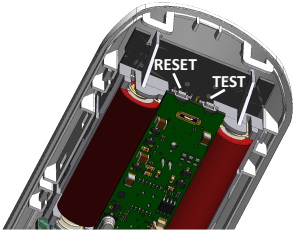

Fig. 5
- Tenere premuto il bottone "TEST" (Fig. 5) del sensore per alcuni secondi, fino a che non compare un nuovo dispositivo nella lista.
- Tenere premuto il bottone "TEST" (Fig. 5) del sensore per alcuni secondi, fino a che non scompare il dispositivo dalla lista.
- Press and hold the "TEST" button (Fig. 5) on the sensor for a few seconds, until a new device appears in the list.
- Hold down the "TEST" button (Fig. 5) on the sensor for a few seconds, until the device disappears from the list.
- Appuyez sur le bouton «TEST» (Fig. 5) du détecteur et maintenez-le enfoncé pendant quelques secondes, jusqu'à ce qu'un nouvel appareil apparaisse dans la liste.
- Maintenez enfoncé le bouton «TEST» (Fig. 5) du détecteur pendant quelques secondes, jusqu'à ce que l'appareil disparaisse de la liste.
- Premere contemporaneamente i pulsanti “TEST” e “RESET” (Fig. 5); rilasciare il “RESET” mantenendo premuto il pulsante “TEST” fino all'accensione del led colore giallo.
- Press the “TEST” and “RESET” buttons (Fig. 5) simultaneously; release the “RESET” by keeping the “TEST” button pressed until the yellow LED lights up.
- Appuyez simultanément sur les boutons «TEST» et «RESET» (Fig. 5); relâchez la réinitialisation en maintenant le bouton «TEST» enfoncé jusqu'à ce que la LED jaune s'allume.